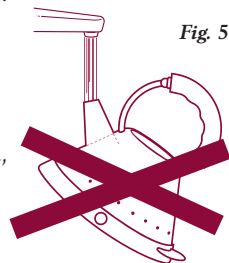

Fig. 5
- Retirar la tapa y llenar el hervidor hasta el nivel deseado (fig. 5).